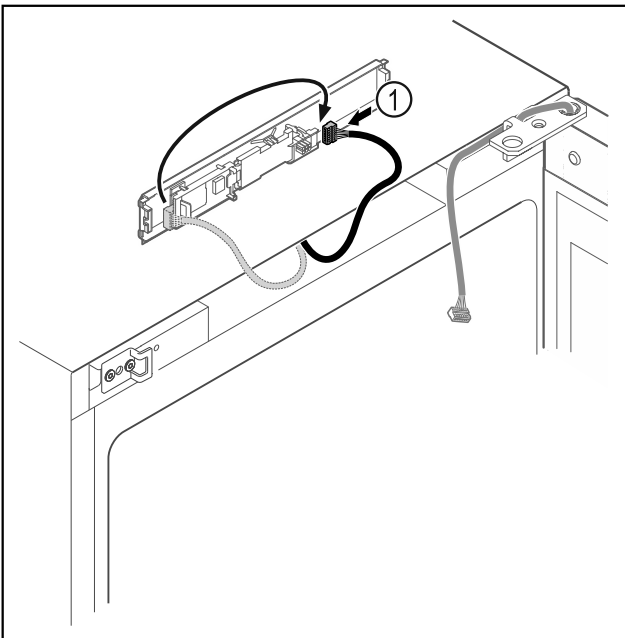

Fig. 15
- Enchufar el conector Fig. 15 (1) en otra posición en la platina.